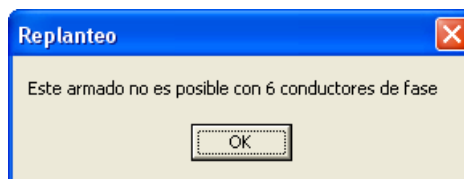

Figura 11.39.
- Figura 11.39: Sucede esto cuando tenemos seis conductores e intentamos introducir un armado de tres conductores (como el S, T o B).